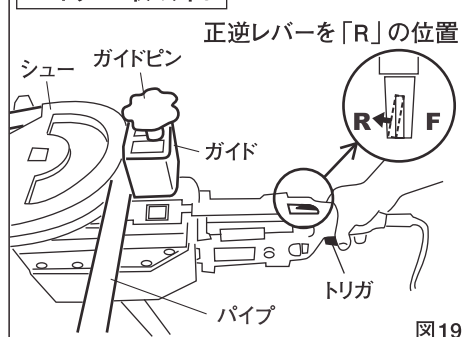

図19
9. パイプの取り外し (図19・20)
正逆レバーを「R」の位置へセットしトリガを引いてください。(図19)